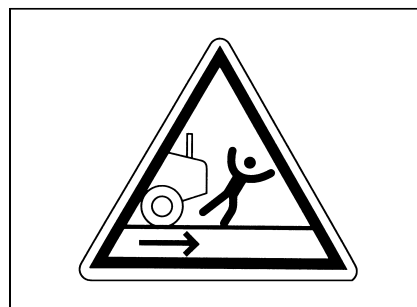

Рис. 1-56
- Проверить, что вокруг погрузчика должно нет людей. Особенно следует проверить заднюю сторону погрузчика, так как данная зона не вида из кресла оператора (рис. 1-56).